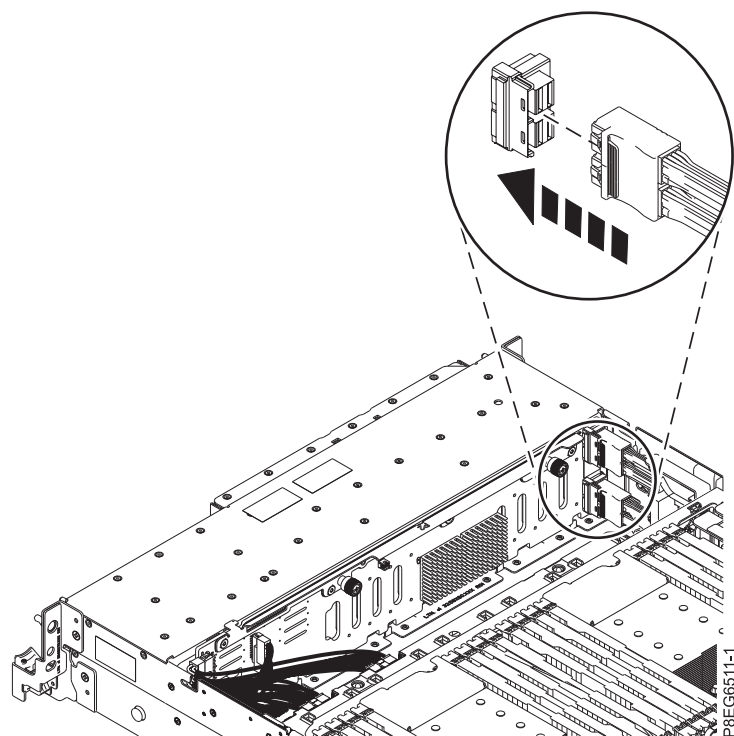

Figura 9. Reconexión del cable SAS
- Vuelva a conectar los cables SAS frontales al puerto del conector de la placa posterior de la unidad de disco, como se muestra en la Figura 9 en la página 9. Empuje el conector hasta que su pestillo haga clic.